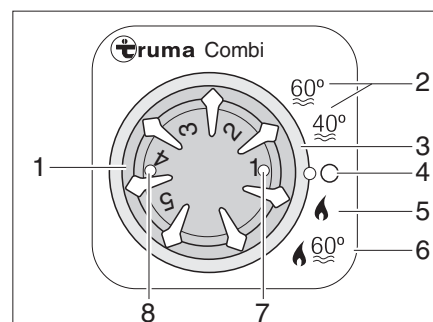

Bild 96 Bedieneinheit für Heizung/Boiler
Betriebsart wählen: ■ Betriebsart mit dem Drehschalter (Bild 96,3) einstellen.
Winterbetrieb Die Heizung wählt nach eingestellter Heizstufe selbstständig die benötigte Brennerstufe. Bei Betriebsart "Heizung und Boiler" (Bild 96,6) wird auch das Wasser im Boiler erhitzt. Die Heizung kann in der Betriebsart "Heizung ohne Boiler" (Bild 96,5) mit leerem Boiler betrieben werden.
- Temperatordrehknopf (Bild 96,1) an der Bedieneinheit auf gewünschte Heizstufe stellen.
- Drehschalter (Bild 96,3) auf Winterbetrieb "Heizung ohne Boiler" (Bild 96,5) oder auf Winterbetrieb "Heizung und Boiler" (Bild 96,6) stellen.
Grüne Kontroll-Leuchte (Bild 96,7) leuchtet.
- Drehschalter (Bild 96,3) auf "O" (Bild 96,4) stellen.
Die Kombination Gasbetrieb und 230-V-Elektrobetrieb verkürzt die Aufheizzeit (nur möglich, wenn die Heizung an der Bedieneinheit (Bild 96) auf Winterbetrieb gestellt ist).